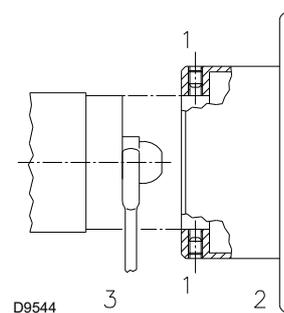

Abb. 21
- befestigen Sie diese mit dem Schlüssel über die mittlere Bohrung der Flammenstabilitätsscheibe oder lösen Sie die Schrauben 1)(Abb. 21);